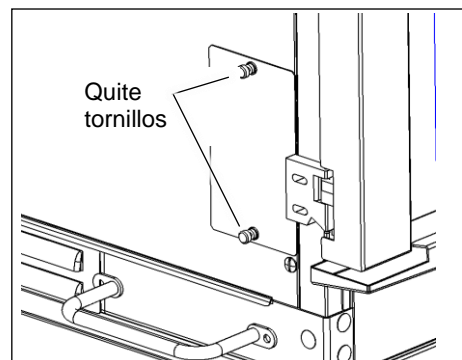

Figura 6-1
3. Quite el panel de acceso a la bombilla localizado en el lado izquierdo del horno aflojando los tornillos (a mano o usando un destornillador) (Figura 6-1).